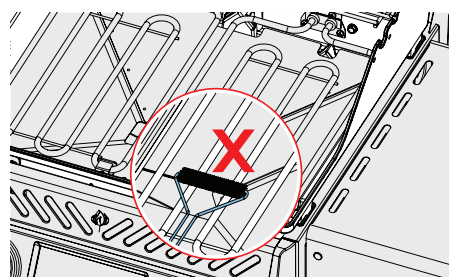

Fig. 5
- !** **IMPORTANT** ! Ne utilisez aucun type de brosse pour nettoyer les brûleurs électriques. Les poils pourraient endommager les brûleurs électriques. Référez-vous au mode **Nettoyage** pour brûler les résidus sur les brûleurs électriques. (Fig. 5)